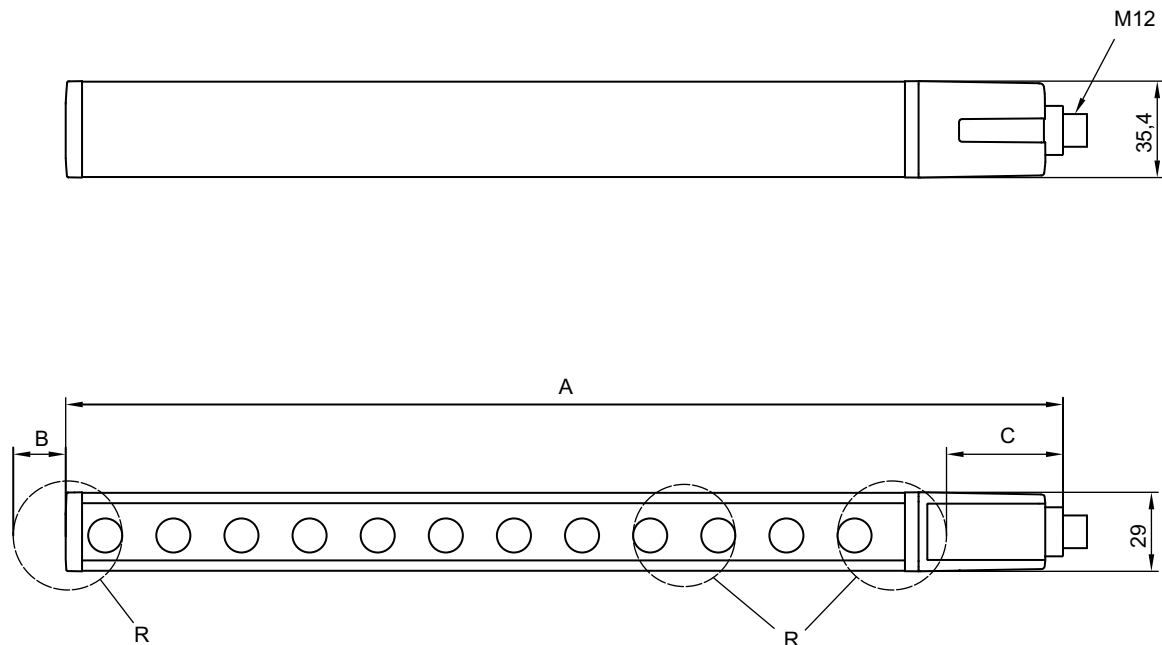

Figura 14.1: Medidas del emisor y receptor
| Dimensiones                           | ver figura 14.1 y ver tabla 14.7                         |
b) altura total, ver figura 14.1